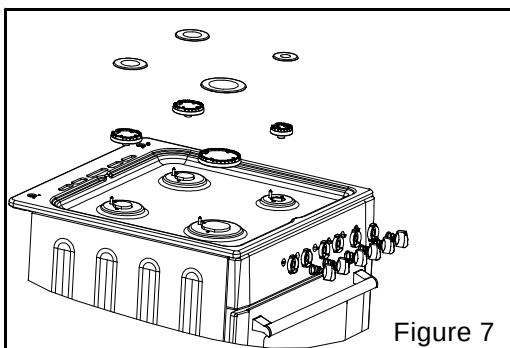

Figure 7
Le technicien devra tout d'abord vérifier le réglage gaz de votre cuisinière. Si elle est livrée en gaz naturel, il devra changer les injecteurs (voir ci-dessous) pour la rendre utilisable en gaz butane. L'installation doit être faite avec un tuyau gaz spécifique butane/propane vendu avec 2 colliers. L'embout gaz butane avec le joint sera installé sur la cuisinière, le tuyau sera enfoncé à fond sur cet embout et un collier sera installé en serrant correctement, mais sans couper le tuyau. Faire de même côté détenteur (voir fig. 7).
- Retirez le chapeau de brûleur + le brûleur supérieur. (voir fig.7)